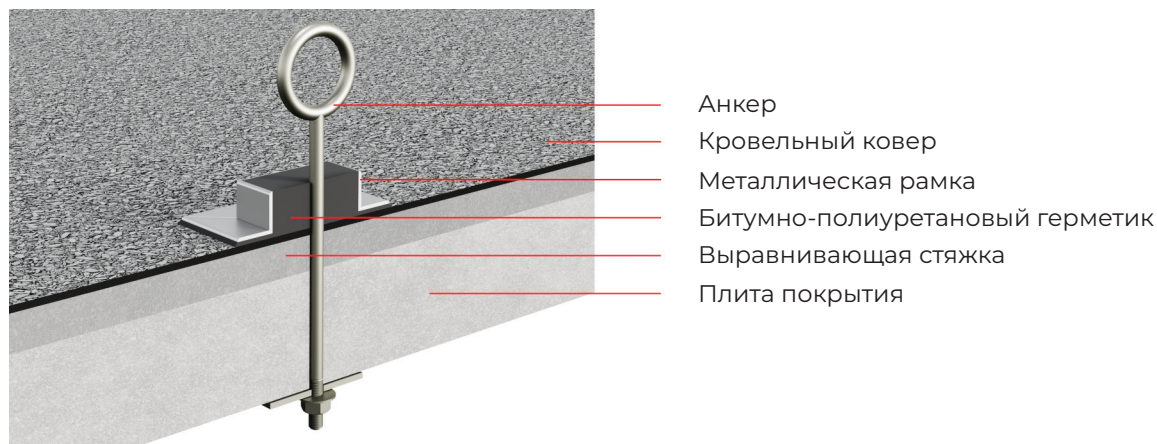

Рисунок 60 – Герметизация анкера
5.10.4 Для герметизации анкеров или пучков труб применяется рамка из уголка. Рамка приклеивается к верхнему слою кровельного ковра с помощью Клея-герметика ИКОПАЛ. Объем внутри рамки заполняется двухкомпонентным битумно-полиуретановым герметиком (Рисунок 60)